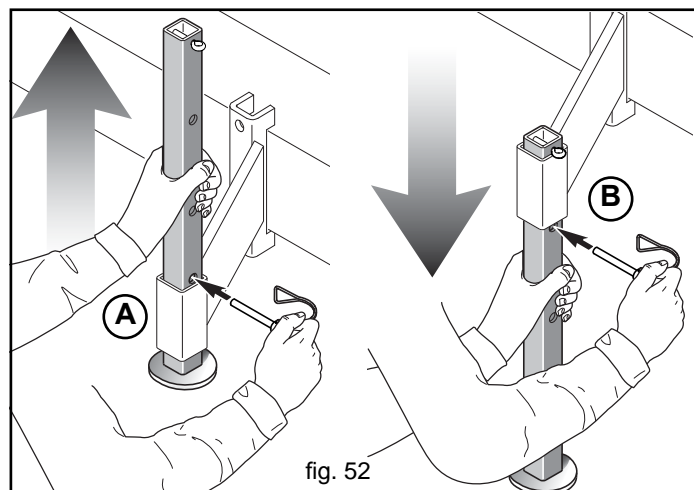

fig. 52
- Sollevare l'attrezzatura dal suolo, e rimuovere il piedino di appoggio (A, Fig. 52).
- Sistemare il piedino di appoggio nella posizione di parcheggio (B, Fig. 52).